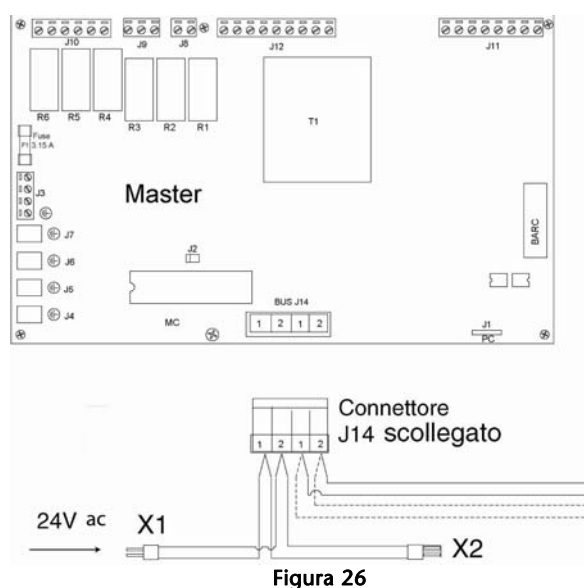

Figura 26
- Collegare il terminale X1 o il terminale X2 (che fanno parte del cablaggio del connettore J14 scollegato nel primo passo di questa procedura) ad una alimentazione di 24 V ac (vedi Figura 26).